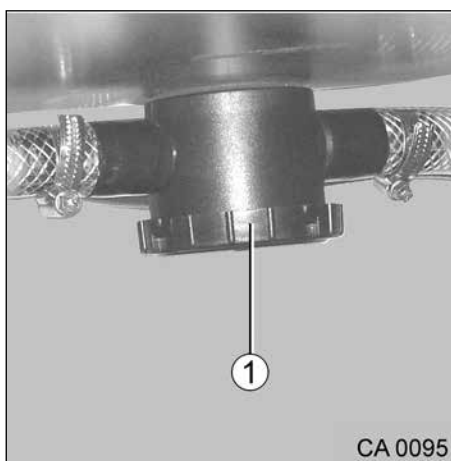

Fig. 64 Vattenlås
Carthago-husbilen är utrustad med vattenlås (Fig. 64, pos. 1) för att förhindra att dålig lukt från spillvattentanken kommer upp i husbilen.
1. Skruva av locket på vattenlåset (Fig. 64, pos. 1) moturs.
2. Rengör vattenlåset och locket (Fig. 64, pos. 1) invändigt.
3. Skruva på locket (Fig. 64, pos. 1) medurs på vattenlåset.